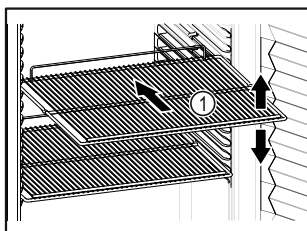

Fig. 50 Vejledende illustration
- ❑ Tilpas højden, når bæreristene Fig. 50 (1) kan flyttes.